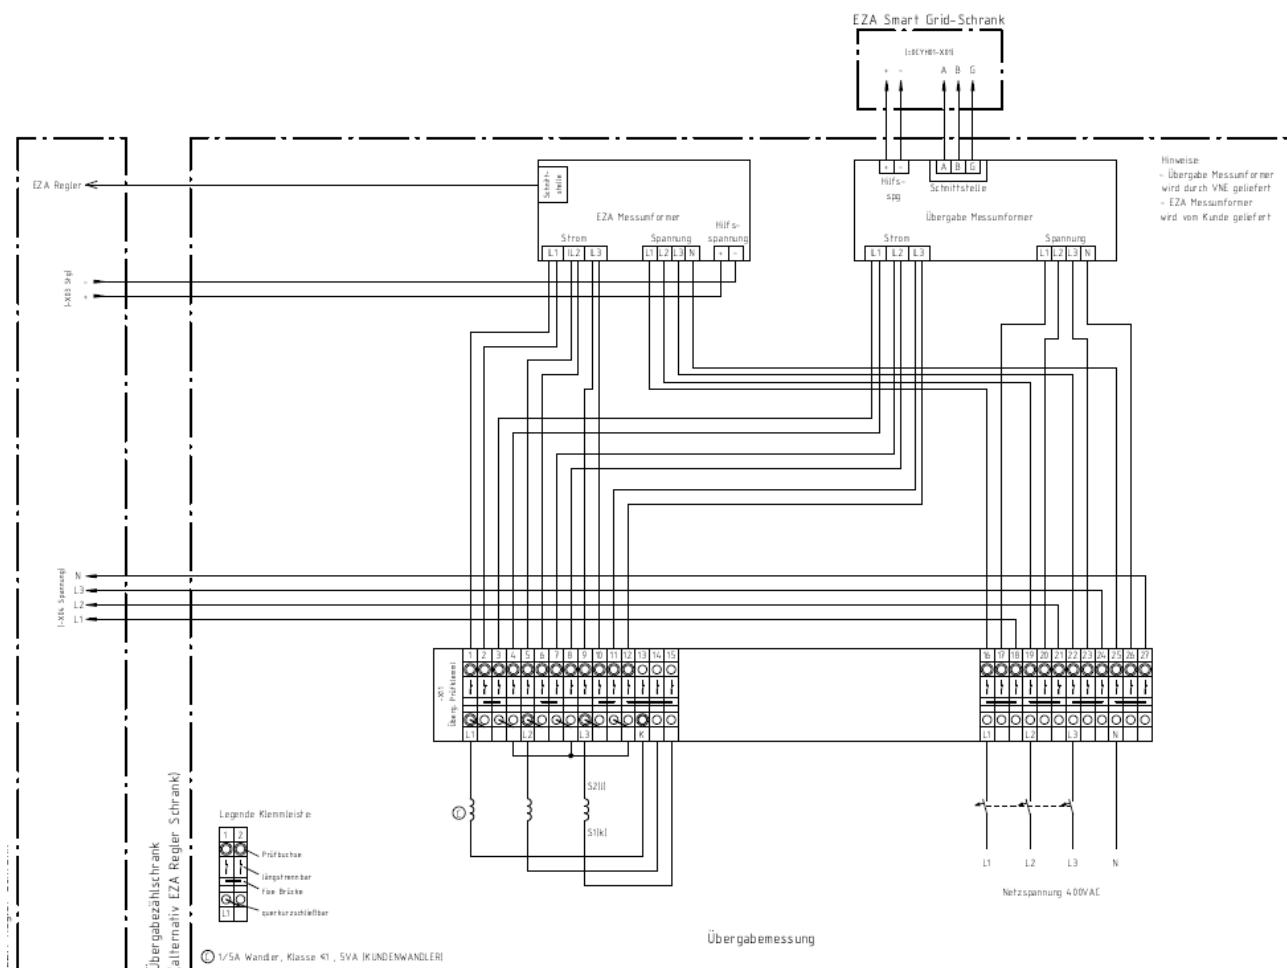

Abbildung 3: Klemmleiste Übergabemessung (NS) Stand: November 2022
| Abbildung 3: Klemmleiste Übergabemessung (NS) Stand: November 2022 .....   | 9  |